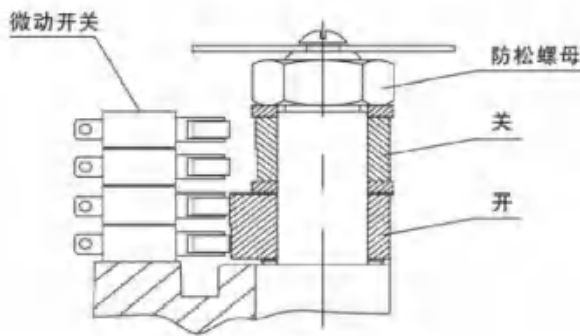
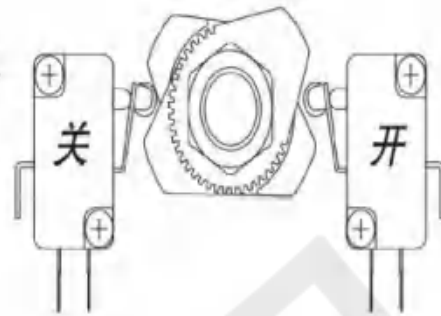

图13
图14
1. 行程限位的调整(图 13, 图 14) Adjustment of stroke limit